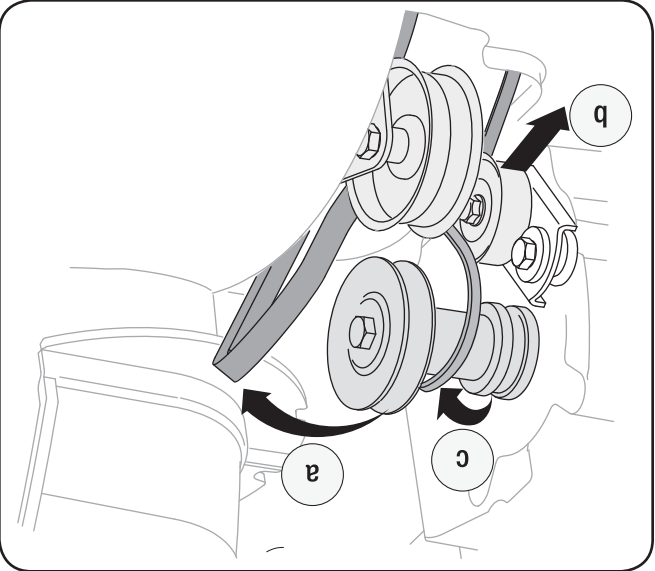

Fig. 7-7
- 3. Dégagez la courroie comme suit. Voir la Fig. 7-7: